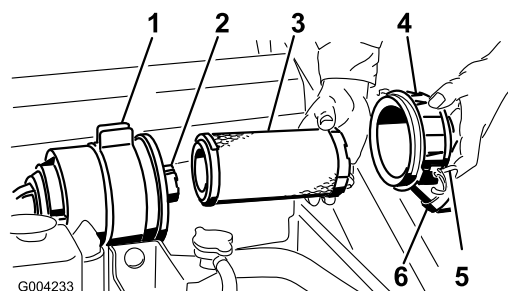

Figura 33
3. Abra los cierres del limpiador de aire y tire de la tapa del limpiador de aire para separarla de la carcasa del limpiador de aire (Figura 33).
6. Extraiga con cuidado el filtro primario del cuerpo del limpiador de aire (Figura 33). Evite golpear el filtro contra el lado de la carcasa.
- Si va a cambiar el filtro de seguridad, deslice cuidadosamente el filtro nuevo en el cuerpo del filtro (Figura 33).
- Deslice cuidadosamente el filtro primario por encima del filtro de seguridad (Figura 33). Asegúrese de que está bien asentado empujando sobre el borde exterior del filtro mientras lo instala.
- Instale la tapa del limpiador de aire con el lado que lleva la palabra UP hacia arriba, y fije los cierres (Figura 33).